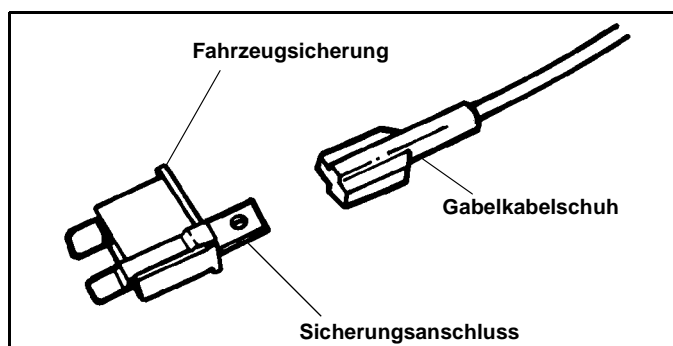

Abb. 1-5
16. Mit einer Testsonde die gesicherte "AUS"-Seite der Sicherung feststellen und das A.T.O.-Sicherungsanschluss an diese Seite der Sicherung anschließen. (See Abb. 1-5).